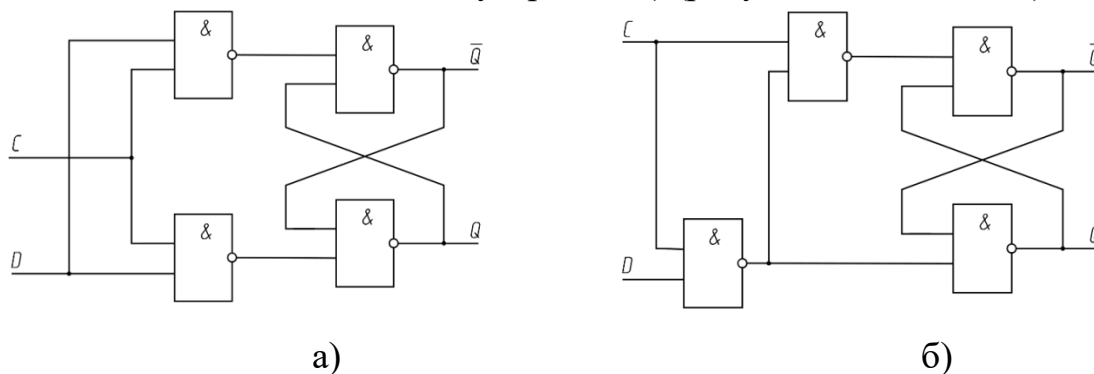

Рис. 6.5 – Логическая схема D-триггера
- б) Преобразовать статический синхронный RS-триггер в статический синхронный D-триггер (триггер запоминания логической переменной D, ячейка запоминающего устройства) (рисунок 6.5а или 6.5б).